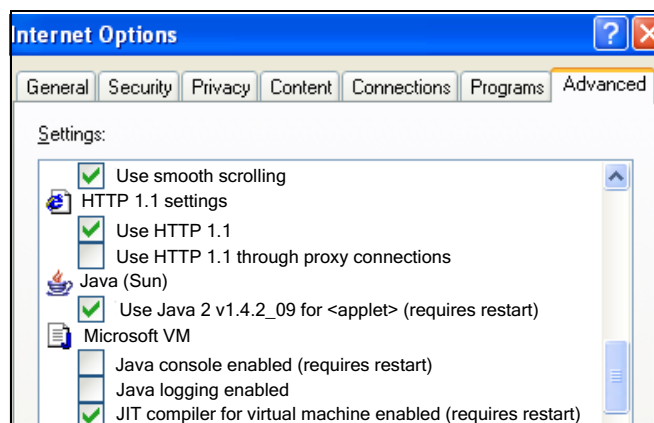

FIG. 32 Internetalternativ Java
9. TOF 200 EasyKey-programmet kräver Sun java för att fungera. Öppna din webbläsares alternativ och fliken avancerat, välj Java (Sun) och avmarkera valet Microsoft VM. Se FIG. 32. Om valet Sun Java inte finns följer du proceduren **Användning av programvara** och laddar Sun Java-programmet när lämplig skärm och länk visas.